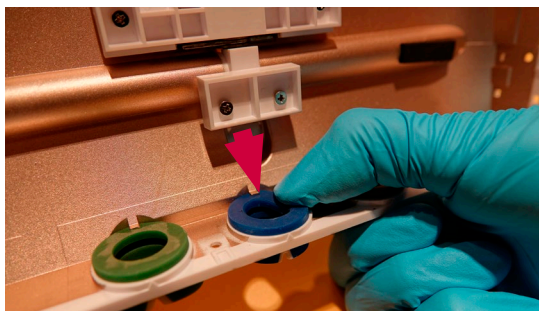

Figura 25: Extracción del anillo de color dañado
- a) **Retire el anillo de color dañado empujándolo hacia fuera (Figura 25)**